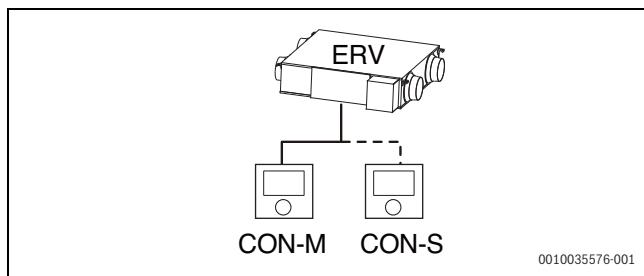

Fig. 16 Unità ERV autonoma
- Unità ERV singola controllata da uno o due termoregolatori (master/slave) (→ fig. 16).